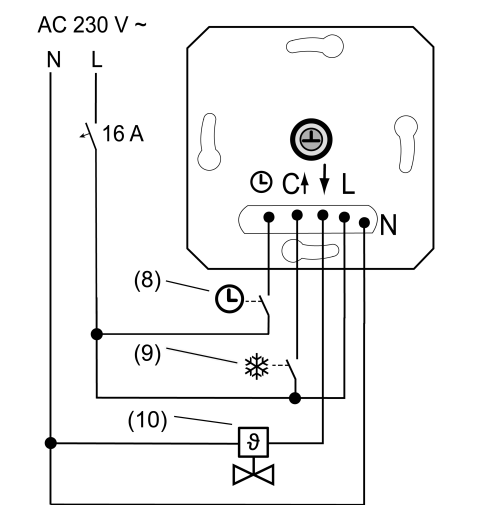
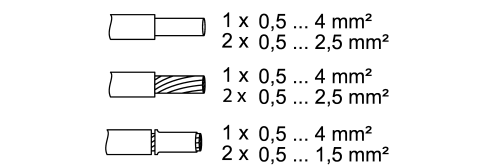

Bild 2: Anschlussbeispiel des Einsatzes
Bild 3: Klemmbarer Leiterquerschnitt
- Elektrothermischen Stellantrieb (10) an Einsatz (1) gemäß Anschlussplan (Bild 2) anschließen. Leiterquerschnitte beachten (Bild 3).
- Optional den Eingang ECO-Betrieb ☉ über einen Schaltkontakt einer Zentraluhr (8) beschalten. Liegen 230 V am Eingang an, wird die eingestellte Solltemperatur, ausschließlich im Heizbetrieb, um 4 °C reduziert.
- Optional den Eingang Kühlen **C** über einen Schaltkontakt der Heizungsanlage (9) beschalten. Liegen 230 V am Eingang C an, ist der Kühlbetrieb aktiv. Werden die 230 V abgeschaltet, schaltet das Gerät automatisch in den Heizbetrieb. Nach jedem Umschalten leuchtet die LED für 10 Sekunden in der Farbe der aktuellen Betriebsart.